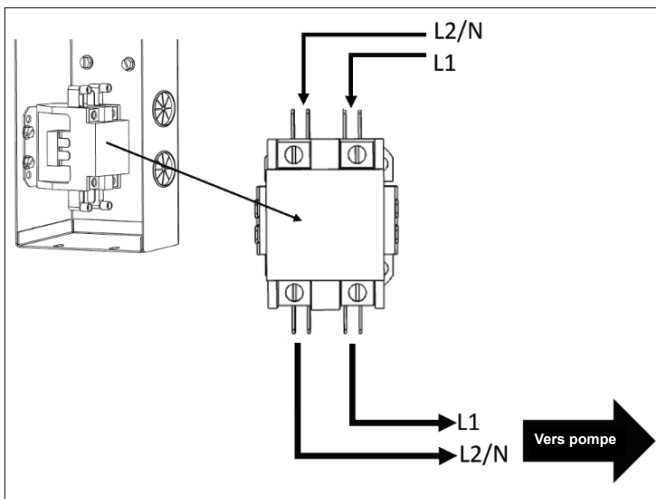

Figure 50. Détails électriques, contacteur de pompe
3. Raccordez le câble au contacteur de pompe comme indiqué à la **Figure 50**.
4. Acheminez les conducteurs des contacts secs à la pompe, comme indiqué à la **Figure 50**.